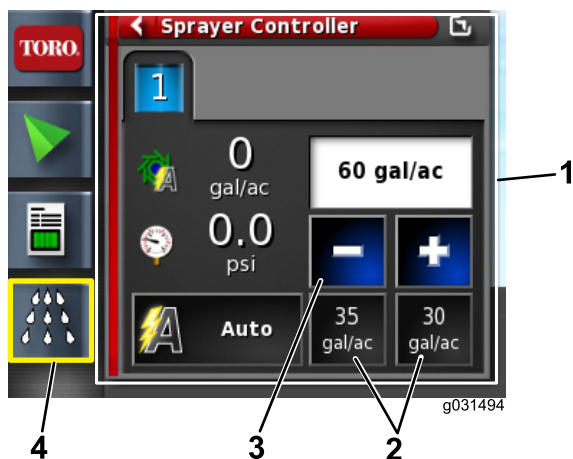

Bild 129
4. Wenn die Dosierung falsch ist, tippen Sie auf die Symbole Dosierung voreinstellen, um die Dosierung zu ändern; tippen Sie auf die Erhöhen- und Verringern-Symbole, um die Dosierung schrittweise zu ändern, oder wählen Sie das Feld Aktuelle Dosierung aus und geben Sie die Dosierung mit der Bildschirmtastatur ein (Bild 129 und Bild 130).